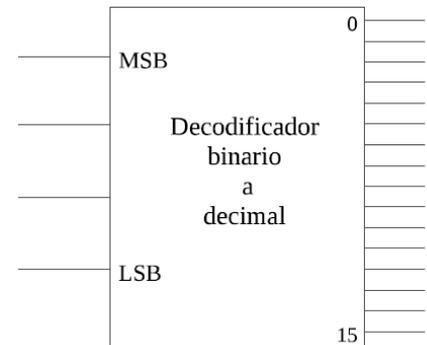

Figura 2
- c) Implementar o sistema utilizando o bloque decodificador binario a decimal de lóxica positiva xenérico (figura 2) e portas NOR de catro entradas.
- c) *Implementar el sistema utilizando el bloque decodificador binario a decimal de lógica positiva genérico (figura 2) y puertas NOR de cuatro entradas.*